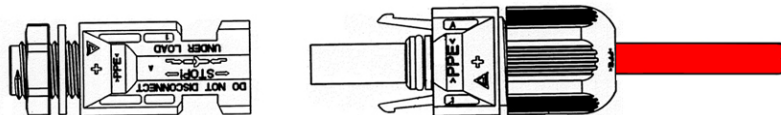
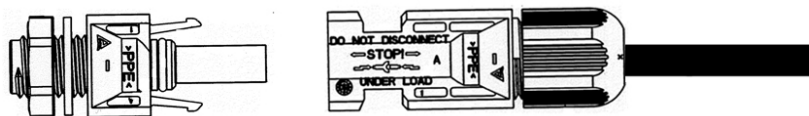

Figura 3-18 Conecte com o polo positivo da entrada CC
Figura 3-19 Conecte com o polo negativo da entrada CC.
- Etapa 7 Insira o conector positivo e o conector negativo nas portas marcadas com "+" e "-" no inversor, respectivamente. Se houver um som de clique, significa que foi inserido corretamente, conforme mostrado na Figura 3-18 e Figura 3-19.